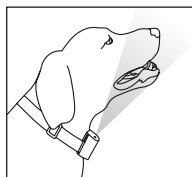

Fig. 2
2. Posizionare il collare sul cane in piedi in modo che l'apertura per la nebulizzazione sia perpendicolare al naso (Fig. 2) e si adatti correttamente alla taglia dell'animale.